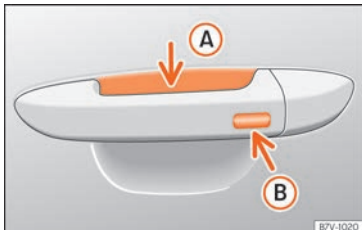

Abb. 51 Türgriff: Sensorflächen.
»» (Abb. 51)
- Berühren Sie die auf der Außenseite des Türgriffs befindliche Sensorfläche »» (Abb. 51) **B**. Alle Blinker leuchten einmal.
- Berühren Sie innerhalb von 5 Sekunden einmal die auf der Außenseite des Türgriffs befindliche Sensorfläche »» (Abb. 51) **B**. Ergreifen Sie dabei nicht den Türgriff. Das System Keyless Access ist jetzt vorübergehend deaktiviert.
Um mit der Komfortfunktion alle elektrischen Seitenfenster zu schließen, lassen Sie einen Finger einige Sekunden auf der Sensorfläche für Verriegelung »» (Abb. 51) (Pfeil) am Türgriff, bis die Seitenfenster geschlossen sind.